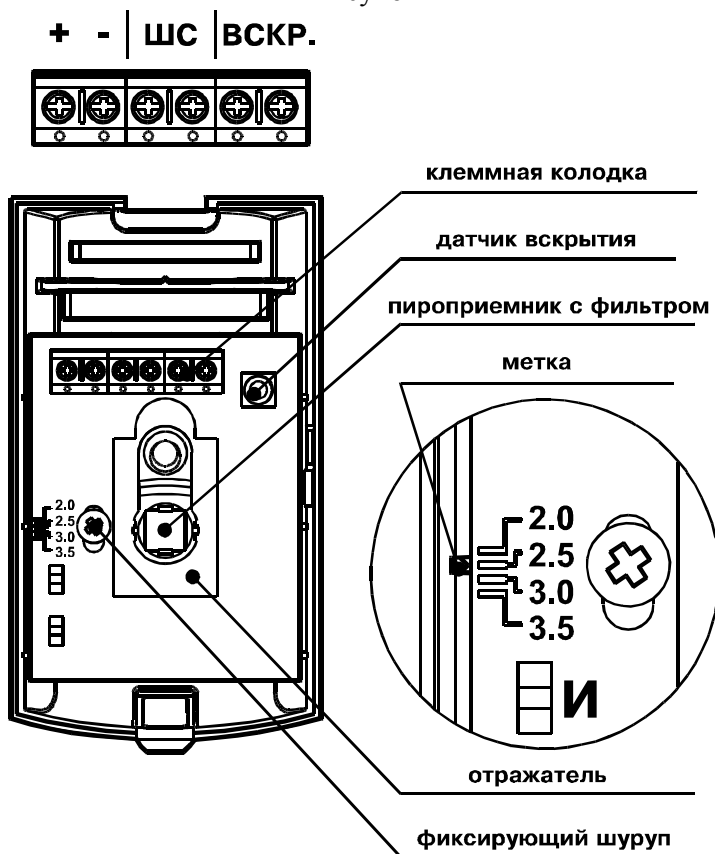
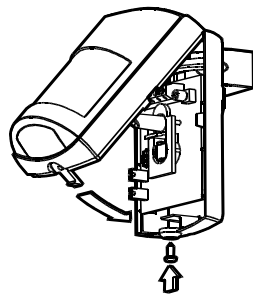

Рисунок 3
Рисунок 6
- ослабить шуруп, фиксирующий крепление платы, сопоставить метку с риской, соответствующей высоте установки (рисунок 3). Это обеспечит дальность действия извещателя ($12 \pm 0,1$) м. Для уменьшения дальности действия плату следует смещать вверх. Закрепить плату фиксирующим шурупом;
- подключить к клеммной колодке (рисунок 3) и установить крышку (рисунок 6).